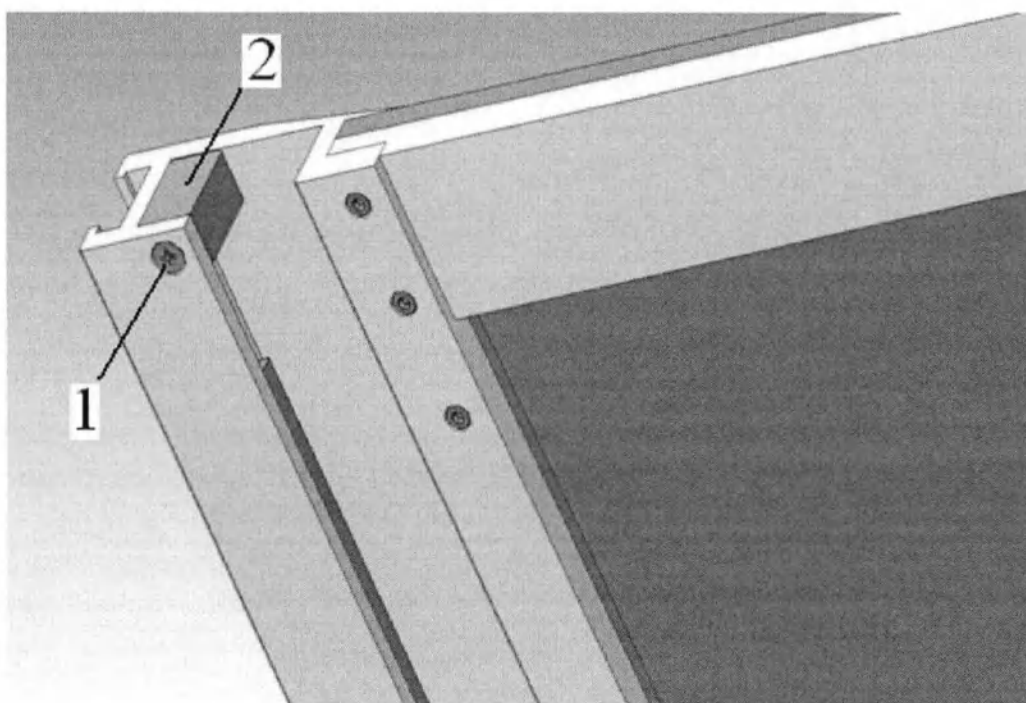

Рисунок 2.9.1 – Схема расположения упора на деки стола
- на деке стола (рисунок 2.9.1) открутить винт 1 и удалить упор 2;
- установить (рисунок 2.9.1) упор 2 и закрутить винт 1.